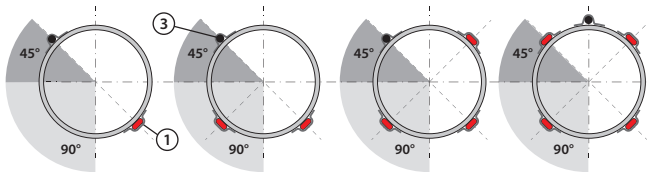

Fig. 2
4. Lige kabler og føleren skal monteres som vist i Fig. 2. Kabler, der er viklet rundt om rør, fastgøres som vist for hver 1 m rør ved hjælp af aluminiumstape.